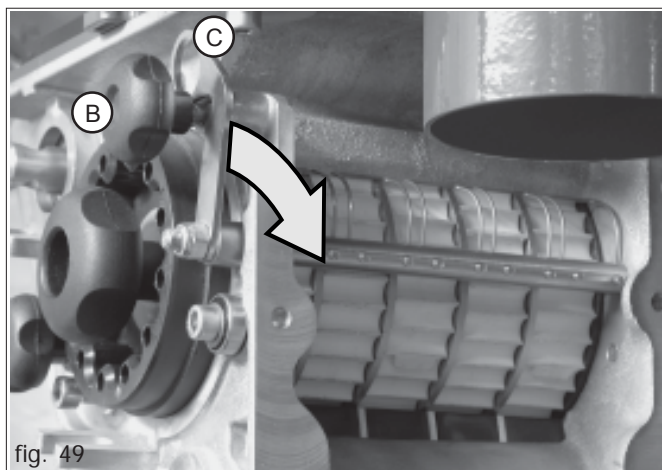

fig. 49
... allentare il pomello (B, Fig. 49), estrarre le leve (C) dalla propria sede e spostarle nel senso della freccia.
- 1) Allentare e togliere il pomello (B Fig. 49), e spostare la leva (C) nel senso della freccia.